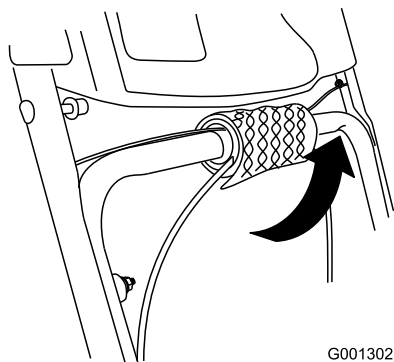

Figura 5
1. Desenrole as extremidades do cabo do manípulo inferior (Figura 5).